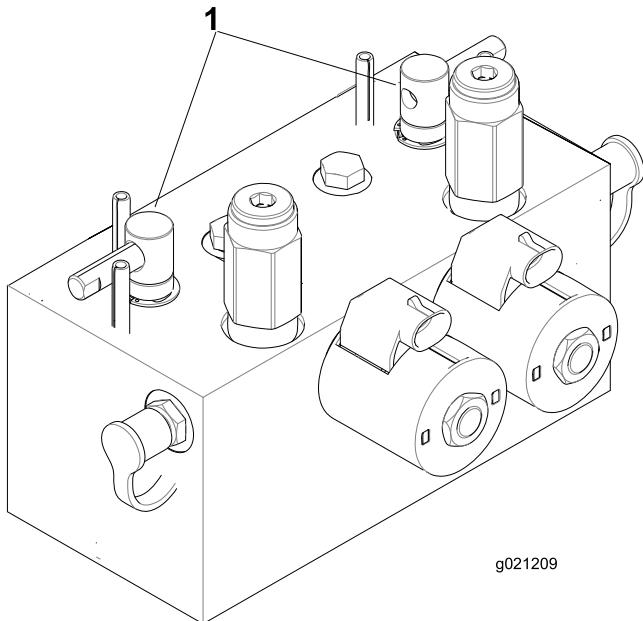

Figure 69
2. Déverrouillez le capot et soulevez-le pour exposer les leviers de rodage (Figure 69).
5. Sélectionnez les leviers de rodage avant, arrière ou les deux pour déterminer les plateaux qui doivent être rodés (Figure 69).